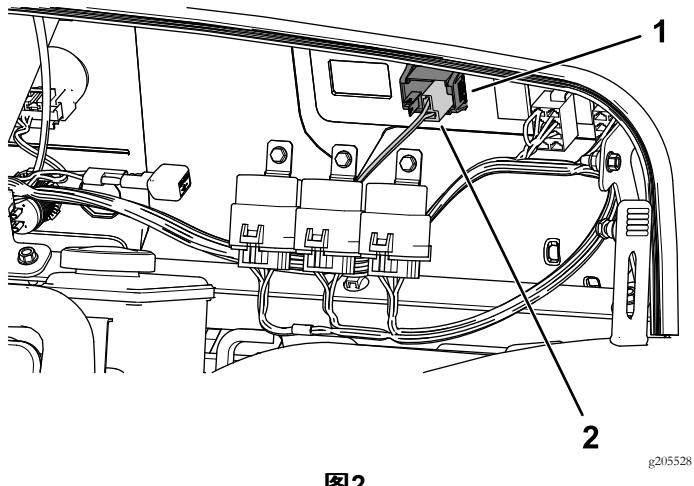
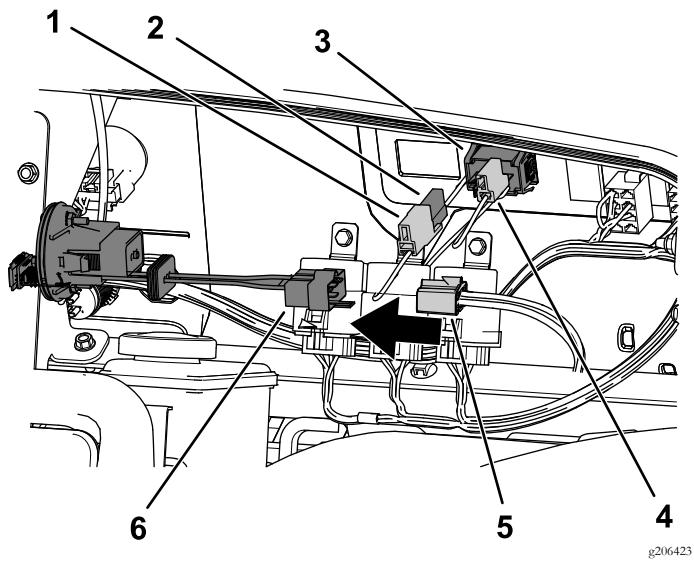

图2
图3
- 从现有的小时表断开现有的阴性 2 插槽接头将其插入无线小时表线束上的阳性 2 针接头 图2 和 图3。
- 将无线小时表线束上的阴性 2 插槽接头连接到现有小时表上 图3。
- 将阴性 6 插槽接头连接到新的无线小时表上 图3。